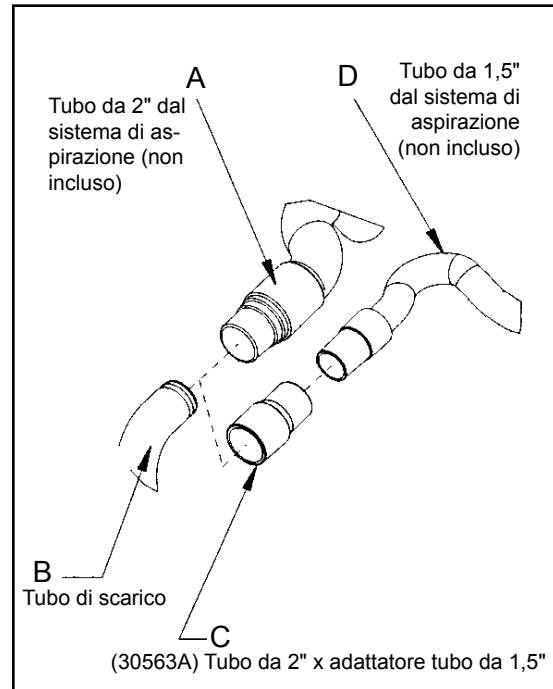

Figura 4
1. Montare l'estremità del tubo da 2" (Figura 4, A) direttamente sul tubo di scarico (Figura 4, B).
1. Collegare l'adattatore terminale del tubo da 2" x 1 ½ (codice 30563A) (Figura 4, C) al tubo di scarico (Figura 4, B).
2. Inserire l'estremità del tubo da 1 ½" (Figura 4, D) nell'adattatore (Figura 4, C).